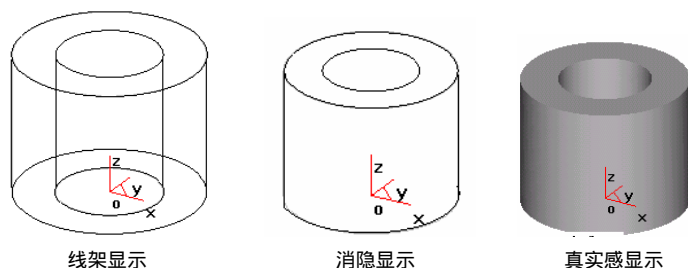

图 5-25 显示效果
(7) 显示效果 分为线架显示、消隐显示和真实感显示,如图 5-25 所示。